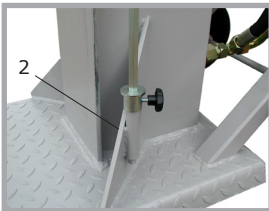

Abb. 2
Der Holzspalter ist auf seine maximale Spalthöhe eingestellt. Beim Einschalten des Motors bewegt sich der Spaltkeil automatisch in die maximale Gesamthubhöhe. Um ein Auffahren des Spaltkeils auf den Tisch zu vermeiden, muss der untere Anschlag (2) auf der Steuerstange nach oben verschoben werden (siehe Abb.2) In der Steuerstange sind Markierungen angebracht, um die genaue Position des Anschlages einzustellen. Der Spaltkeil fährt dann nur so weit nach unten, bis er auf den Anschlag trifft (2). Soll Meterholz gespalten werden, ist der untere Anschlag (2) ganz nach unten zu stellen, so dass der Zylinder ganz nach unten fahren kann.